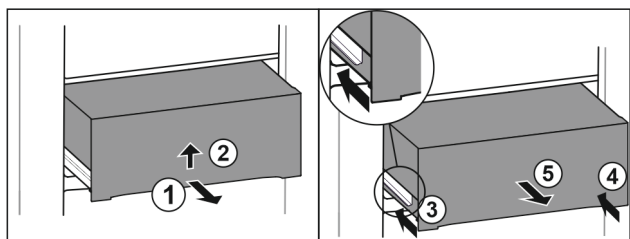

Fig. 48
- ▶ Wyciągnąć szufladę do połowy. Fig. 48 (1)
- ▶ Podnieść szufladę za spód. Fig. 48 (2)
- ▶ Wsunąć lewą szynę. Fig. 48 (3)
- ▶ Wsunąć prawą szynę. Fig. 48 (4)
- ▶ Wyjąć szufladę do przodu. Fig. 48 (5)